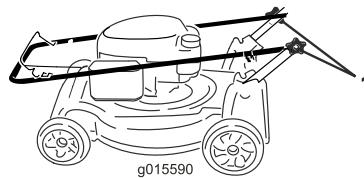

Figura 35
1. Afloje los pomos del manillar hasta que pueda mover el manillar libremente (Figura 35).
1. Pomos del manillar (2)
2. Mueva el manillar hacia adelante según se indica en Figura 35.